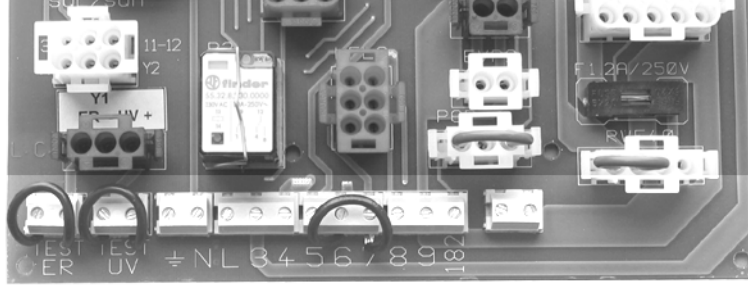
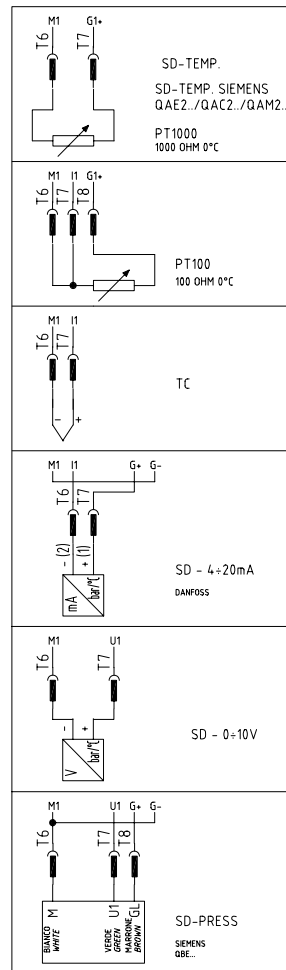

Рис. 18: Клеммник МА подключения на печатной плате
Рис. 20: Соединение датчиков
По подключениям см. клеммник на Рис. 18.
1). Подсоединить провода, относящиеся к разрешительному сигналу от котла к горелке, на следующие компоненты (Рис. 18, Рис. 20)
2). Подсоединить провода, относящиеся к разрешительному сигналу от котла к горелке, на следующие компоненты (Рис. 18, Рис. 20)